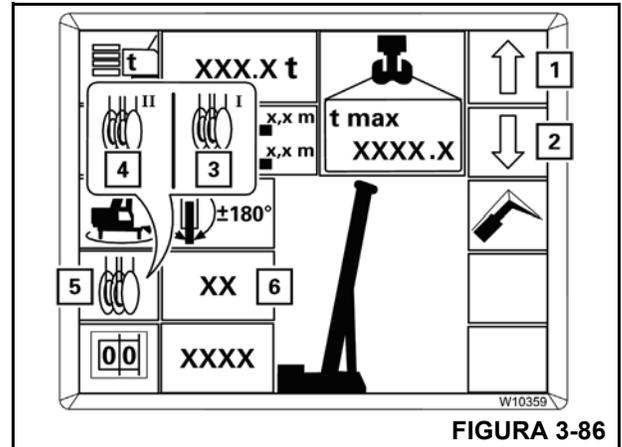

FIGURA 3-86
1. Presione el botón (5, Figura 3-86) repetidamente hasta que el símbolo del malacate con el cual quiere elevar la carga se haya tornado verde:
- (3) Símbolo de malacate principal
- (4) Símbolo de malacate auxiliar